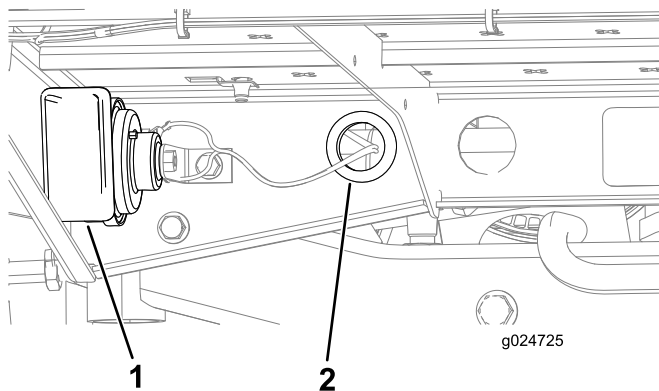

Figura 30
1. Encaminhe a cablagem através do olhal no furo na plataforma de ângulo traseiro para a buzina (Figura 30).